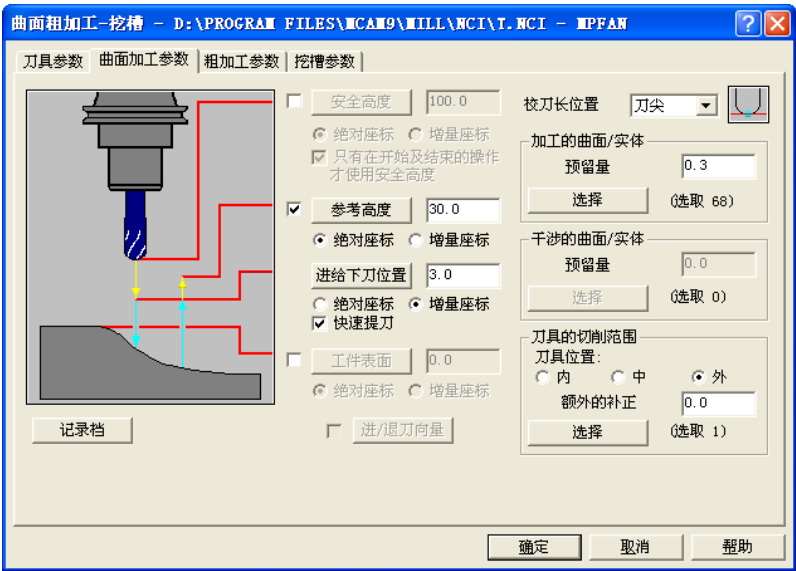
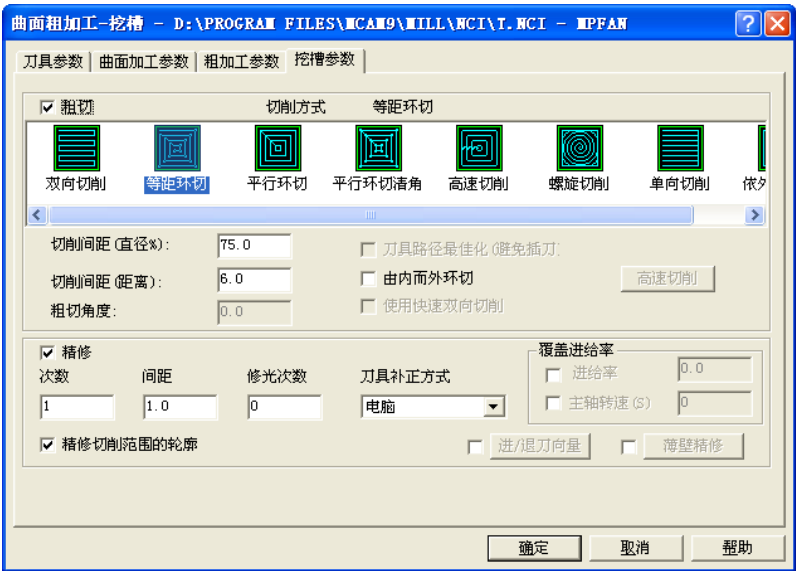

图 7-43 步骤 1) 曲面加工参数
图 7-44 步骤 1) 挖槽参数
1) 新建操作群组 D8，选择“曲面粗加工—挖槽”，从刀库中选择  $\phi 8$  平刀，在“刀具参数”选项卡中输入进给率：1500、下刀速率：750、提刀速率：2000、主轴转速：2500，勾选：喷油；在“曲面加工参数”选项卡中输入参考高度：30.0，进给下刀位置：3.0，点选“增量坐标”，勾选“快速提刀”，加工图形选择所有的曲面，切削范围选择矩形 120×100，设定加工的曲面/实体预留量：0.3，刀具的切削范围点选“外”，如图 7-43 所示；在“粗加工参数”选项卡，输入 Z 轴最大进给量：0.6，勾选“切削范围外下刀”，单击“切削深度”，点选“绝对坐标”，设定最高位置：0、最低位置：-20，勾选“自动调整加工面的预留量”，其余参数均默认；在“挖槽参数”选项卡，选择“等距环切”，设定切削间距（直径%）：75.0，其余默认，如图 7-44 所示。